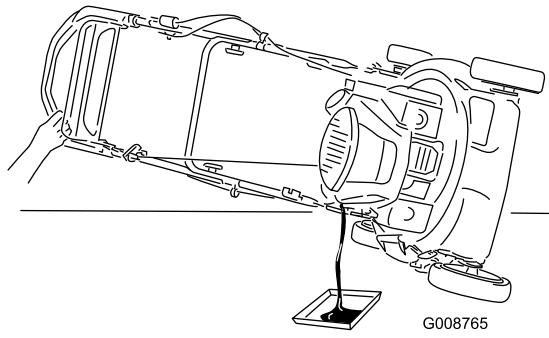

Figura 42
3. Incline il tosaerba sul fianco, con il filtro dell'aria in alto, per scaricare l'olio usato attraverso il tubo di riempimento (Figura 42).